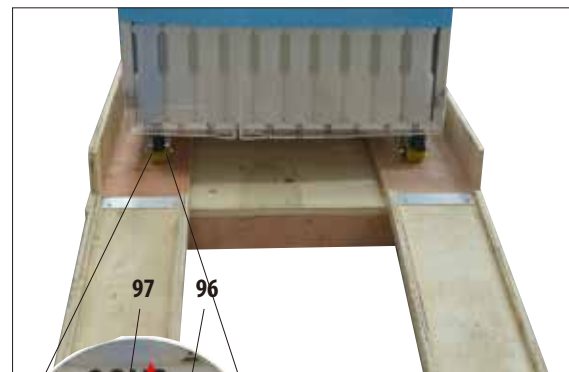

Fig. 10
- Rilasciare a questo punto la leva del freno (97) delle due ruote di trasporto anteriori (96) per poter muovere lo strumento (fig. 10).
A tale scopo, spingere nuovamente la leva (97) (dettaglio in fig. 10) verso il basso.